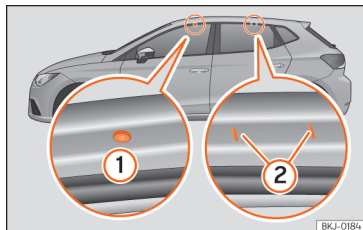

Abb. 141 Befestigungspunkte der Längsträger für den Dachgepäckträger
Die vorderen und hinteren Befestigungspunkte ① und ② sind nur bei geöffneten Türen sichtbar »» (Abb. 141).